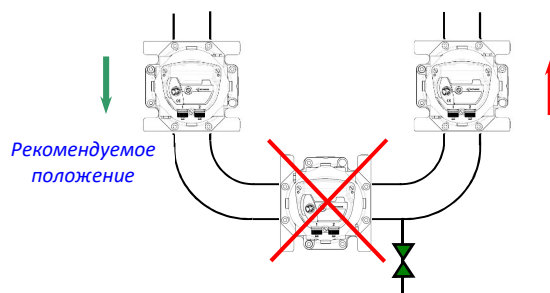

Рисунок 18. Вертикальная установка
6.4 Счетчики не рекомендуется устанавливать в нижней части трубопровода. При вертикальной установке счетчик рекомендуется устанавливать при направлении потока газа сверху вниз (См. Рис. 18).
- 7.2 Закройте все вентили на трубопроводе (рис. 18). При всех вариантах и на всех стадиях пуска расход газа, проходящего через счетчик, ни в коем случае не должен превышать значение около 5% от максимального расхода (Q_{max}), указанного на панели отсчетного устройства.